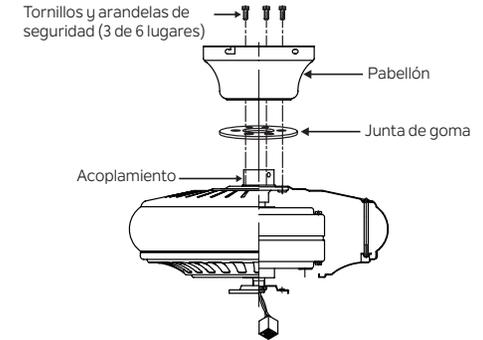

Fig. 9
Paso 1. Retire tres de los seis tornillos y arandelas de seguridad (cada uno) del collar en la parte superior del conjunto del motor. Coloque el dosel del ventilador de techo y la junta de goma sobre el collar y alinee los orificios de montaje con los orificios del collar. Fije el dosel con la junta de goma y los tres tornillos y arandelas de seguridad que retiró anteriormente. (Fig. 9)